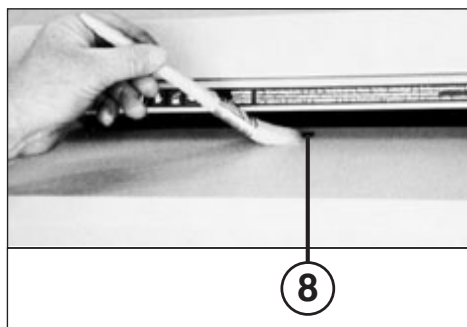

Fig. 5
### PULIZIA DELLE FOTOCELLULE (8) (fig. 5):